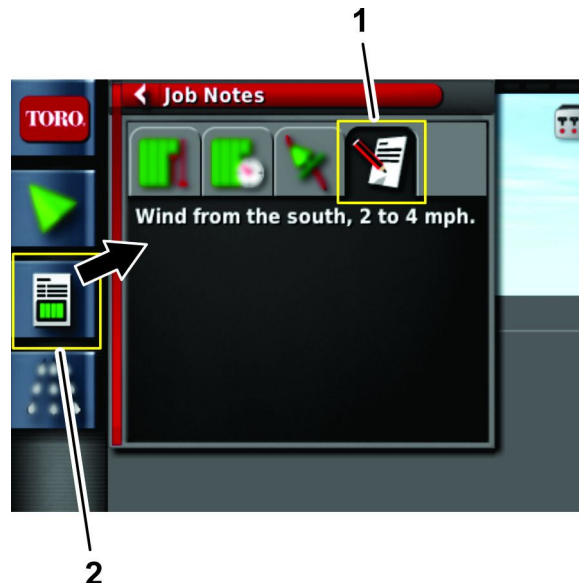

Figura 26
1. Abra o ícone Informações do serviço (Figura 26).
2. Pressione o ícone Notas do trabalho (Figura 26).